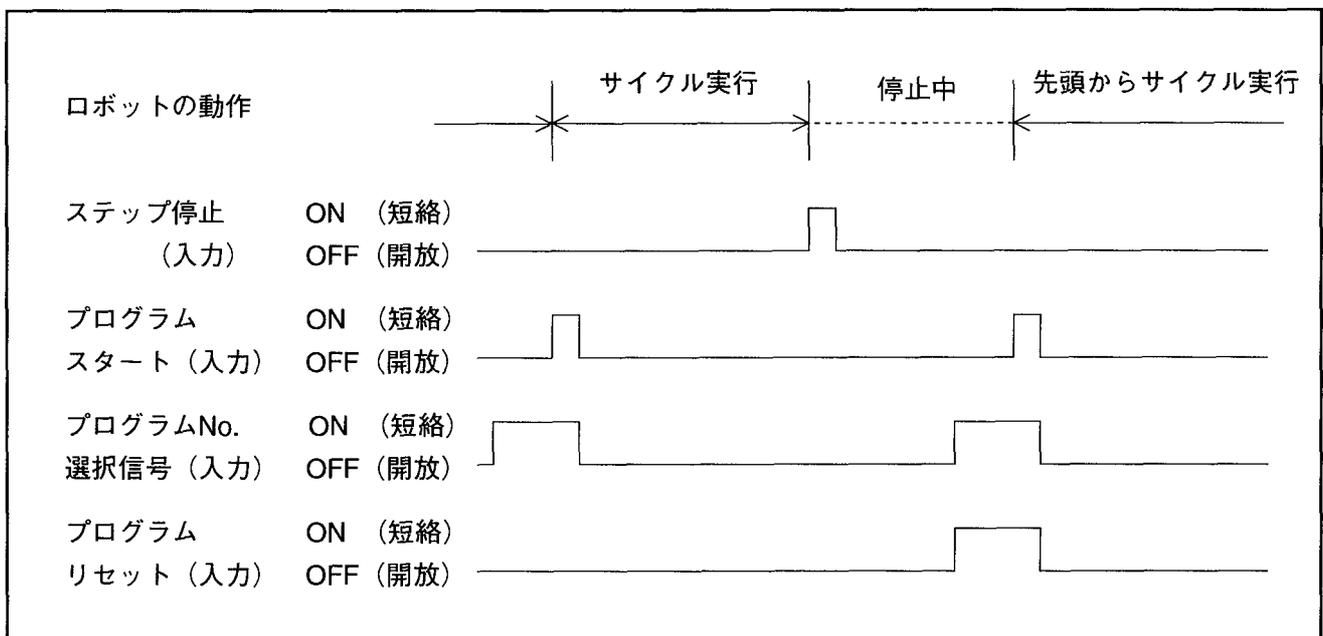

図5-36 プログラムリセット信号の入力条件と動作
(3) 入力条件と動作
①入力条件と動作のタイミングチャートを図5-36に示します。
②プログラムリセット入力はプログラムNo.選択信号と併用し、また、プログラムスタート信号より先に（1ms以上）入力してください。
③ロボットがスタートしてから（プログラムスタートリセットが出力されてから）OFFしてください。
④中断したプログラムNo.と、同じプログラムNo.を先頭から実行する場合にも、プログラムNo.選択信号は必要です。